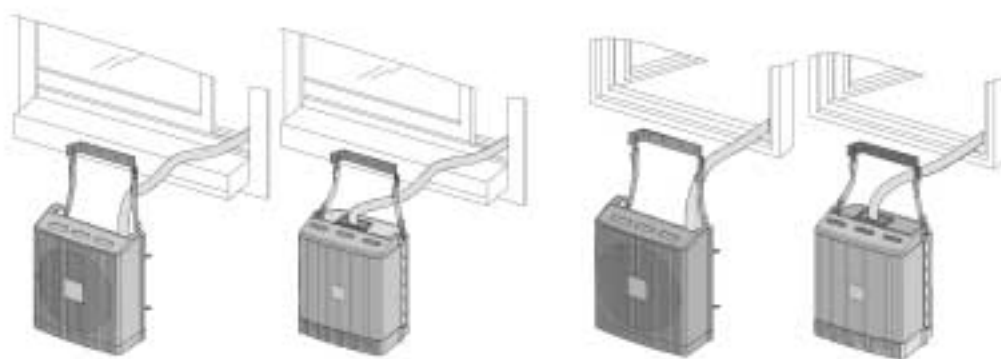

Figura 6- Sospensione dell'unità esterna su una finestra Figura 7-Sospensione dell'unità esterna su una parete
1. Installare i 4 distanziali (1) sulla parte posteriore dell'unità (lo scopo di tali distanziali è di mantenere lontana l'unità dalla parete retrostante).
2. Vedere la Figura 6 in caso di installazione su una finestra. Posare la staffa di sostegno (3) sul telaio della finestra fissarla a quest'ultima tramite quattro viti.
3. Collegare i due moschettoni inferiori (5) nei fori laterali dell'unità.
5. Accertarsi che l'unità sia saldamente agganciata, stabile e livellata orizzontalmente. Eventuali correzioni al livellamento possono essere eseguite agendo sulla cinghia di sospensione (2).